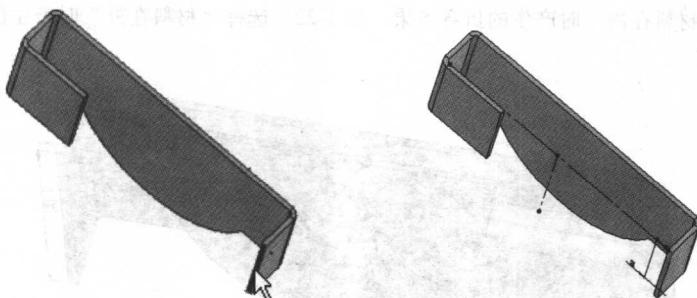

图 1-19 选择绘制草图基准面，绘制斜接法兰草图
- (1) 选择如图 1-19 中箭头所指的面作为绘制草图的基准面，单击 ，用“直线” 工具和“中心线” 工具绘制出如图 1-19 所示的草图。图中的中心线是为以后建立基准面 1 用的。单击图标按钮 退出草图绘制。